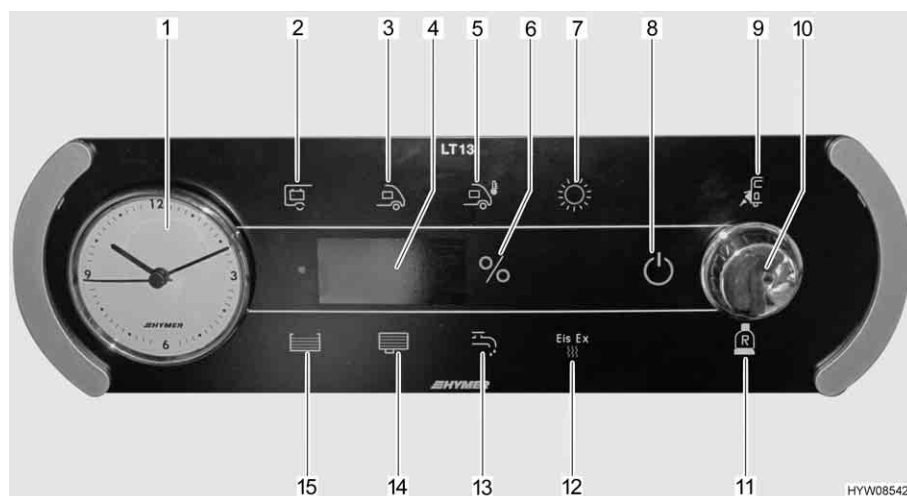

Fig. 116 Pannello di controllo (LT 13)
Il pulsante a rotazione (Fig. 116,10) inserisce o disinserisce il pannello di controllo e l'alimentazione a 12 V dell'abitacolo.
Accensione: ■ Premere il pulsante a rotazione (Fig. 116,10): L'alimentazione a 12 V dell'abitacolo è inserita. La spia di controllo a 12 V (Fig. 116,8) diventa verde.
Spegnimento: ■ Premere il pulsante a rotazione (Fig. 116,10): L'alimentazione a 12 V dell'abitacolo è disinserita. La spia di controllo a 12 V (Fig. 116,8) si spegne.
- Ruotare il pulsante a rotazione (Fig. 116,10), finché non si accende il simbolo pompa acqua (Fig. 116,13). Sull'indicatore compare lo stato di commutazione attuale ("ON" oppure "OFF").
- Ruotare il pulsante a rotazione (Fig. 116,10), finché non si accende il simbolo Eis-Ex (Fig. 116,12). Sull'indicatore compare lo stato di commutazione attuale ("ON", "AUTO" oppure "OFF").
Il simbolo controllo di rete (Fig. 116,9) è acceso quando il veicolo è alimentato con tensione di rete a 230 V. Le batterie vengono caricate.
Il simbolo bombola del gas di riserva (Fig. 116,11) è acceso quando viene utilizzata la bombola del gas di riserva.
- Ruotare il pulsante a rotazione (Fig. 116,10), finché non si accende il simbolo temperatura esterna (Fig. 116,5). La temperatura esterna viene visualizzata sull'indicatore (ad es. "25 °C").
- Ruotare il pulsante a rotazione (Fig. 116,10), finché non si accende il simbolo batteria abitacolo (Fig. 116,2). La tensione della batteria dell'abitacolo viene visualizzata sull'indicatore (ad es. "13,8U" per 13,8 Volt).
- Ruotare il pulsante a rotazione (Fig. 116,10), finché non si accende il simbolo della batteria dell'abitacolo (Fig. 116,2). La corrente della batteria dell'abitacolo è visualizzata sull'indicatore.
- Ruotare il pulsante a rotazione (Fig. 116,10), finché non si accende il simbolo batteria d'avviamento (Fig. 116,3). La tensione della batteria d'avviamento viene visualizzata sull'indicatore (ad es. "12,1U" per 12,1 Volt).
- Ruotare il pulsante a rotazione (Fig. 116,10), finché non si accende il simbolo solare (Fig. 116,7). La corrente fornita dal pannello di controllo solare viene visualizzata sull'indicatore (ad es. "5,8A" per 5,8 Ampère).
- Ruotare il pulsante a rotazione (Fig. 116,10), finché non si accende il simbolo serbatoio acqua (Fig. 116,15). Il livello del serbatoio dell'acqua è visualizzato in percentuale sull'indicatore. Se il serbatoio dell'acqua è vuoto, l'indicatore lampeggia.
- Ruotare il pulsante a rotazione (Fig. 116,10), finché non si accende il simbolo serbatoio acque grigie (Fig. 116,14). Il livello del serbatoio delle acque grigie è visualizzato in percentuale sull'indicatore. Se il serbatoio delle acque grigie è pieno, l'indicatore lampeggia.
- ▷ Se il simbolo "%" (Fig. 116,6) lampeggia, significa che il sensore è difettoso. Pulire il sensore o chiamare il servizio clienti.